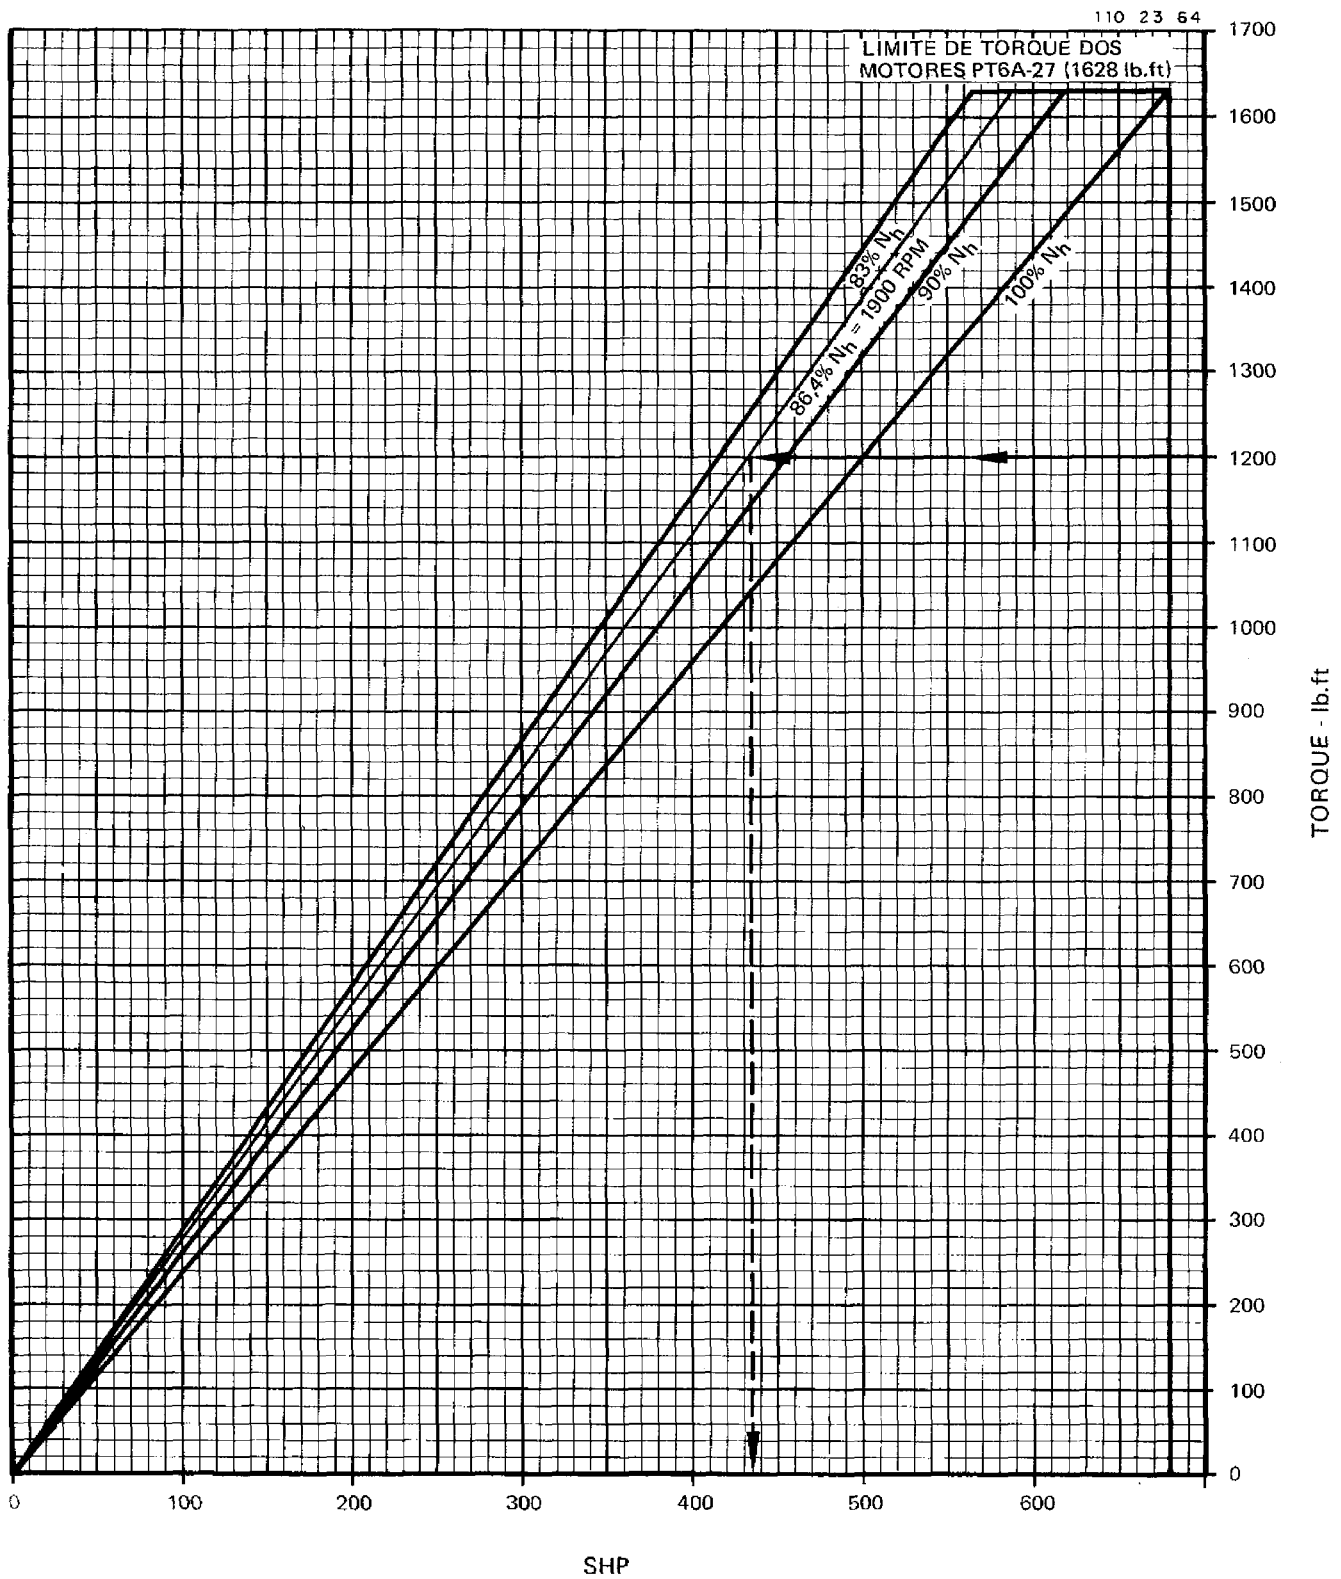

Figura 3-18. Análise das Tendências de Funcionamento do Motor - Obtenção do SHP
3. Entre no gráfico da figura 3-18 com o torque e o N_H anotados durante o voo e obtenha o SHP correspondente.
Em seguida, localize no gráfico da figura 3-18 o ponto correspondente ao torque de 1200 lb.ft e siga, no sentido indicado pela seta, até encontrar a curva correspondente ao N_H de 86,4%; em seguida, desça verticalmente, como indicado pela seta, até a escala de SHP e anote o SHP correspondente: 435 SHP.